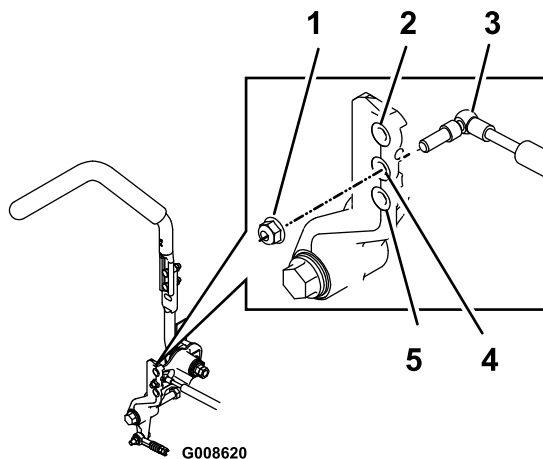

図 63
- ロックナットを外して、ダンパ取り付けボルトを希望する位置に移動し、ロックナットを取り付ける。取り付け位置については 図 63 を参照。